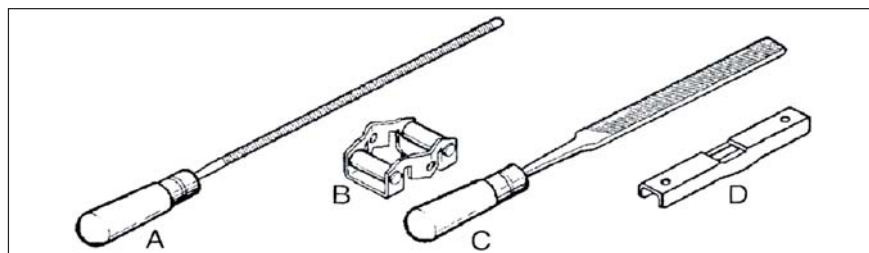

рис. 13
8.10.1 Для правильной заточки цепи необходимы следующие инструменты (рис. 13 - в комплект поставки не входят): круглый напильник А, шаблон В, плоский напильник С и шаблон ограничителя глубины D. Названный комплект должен соответствовать применяемой цепи. Руководство по заточке Вы найдёте на упаковке пильной цепи или комплекта для заточки. Проверка состояния коллектора. При длительном хранении коллектор покрывается окислами, что ухудшает коммутацию (сильное искрение между щётками и коллектором) и, как следствие, приводит к преждевременному выходу из строя якоря электродвигателя.